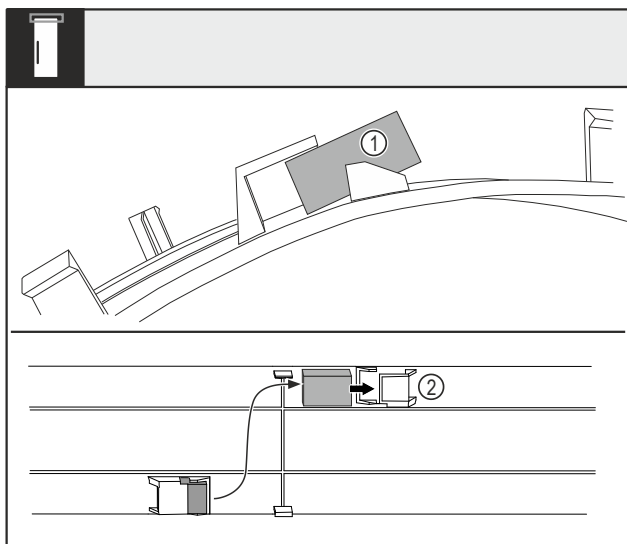

Fig. 15
- ▶ Îndoiti capacul și extrageți magnetul ușii Fig. 15 (1) din locaș.
- ▶ Împingeți magnetul ușii în celălalt locaș Fig. 15 (2).